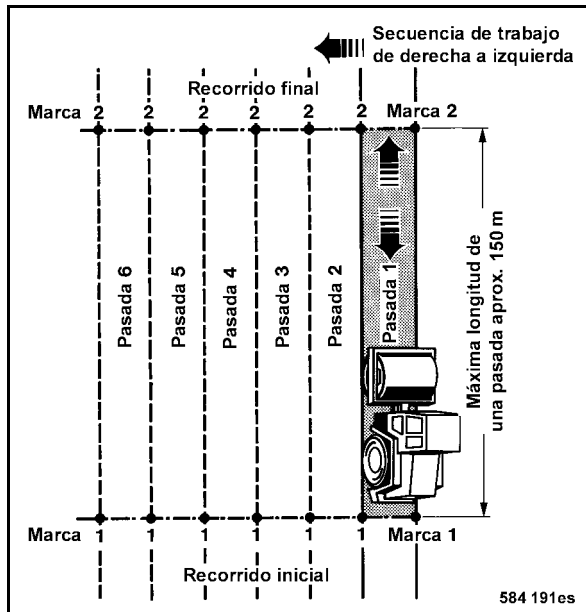

Fig. 104
- Marcar la pasada a compactar (Fig. 104).